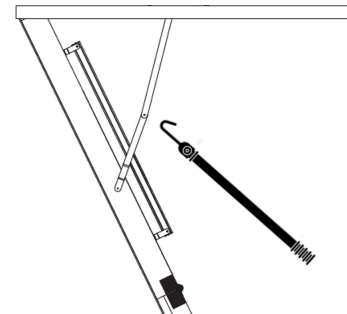

FIGURA 33
3. Use el gancho para empujar el brazo de poder hacia el extremo abierto de la escalera del ático para liberar el brazo de poder (ver **Figura 33**).